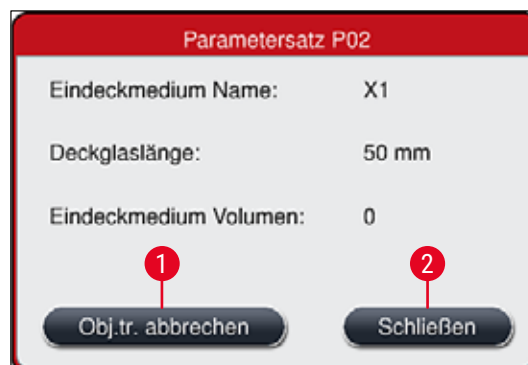

Abb. 79
2. Es erscheint eine Übersicht des Objektträgerhalters, dessen Eindeckvorgang abgebrochen wird (→ Abb. 79).